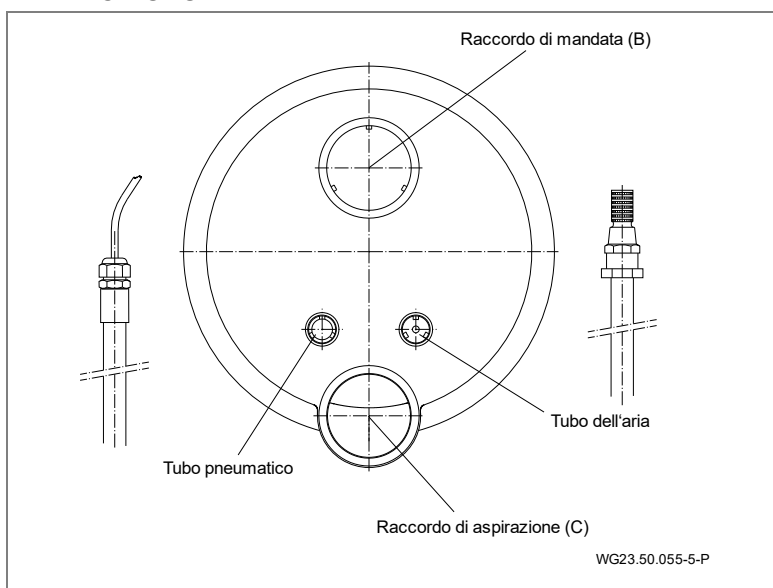

Fig. 15
1. Incollaggio della guaina di protezione cavi e del tubo flessibile convogliatore dell'aria. Vedere "Fig. 15" a pagina 30
2. Applicare l'alloggiamento degli ugelli (102.1) sul corpo da murare (1).
3. Infilare il flessibile pneumatico nella guaina di protezione e chiuderlo a tenuta con il raccordo a vite (20).
4. Fissare il tubo dell'aria con il morsetto (8) al regolatore aria (21) montato da parte del costruttore.
5. Fissare l'alloggiamento degli ugelli (102.1) con quattro viti autofilettanti ( ) al corpo da murare (1).
6. Collegare la pompa Jet (92) con la metà dei raccordi a vite (98, 99, 100), il profilo angolare in gomma (79) e i relativi morsetti (75) sul lato di aspirazione e di mandata al corpo da murare (1).